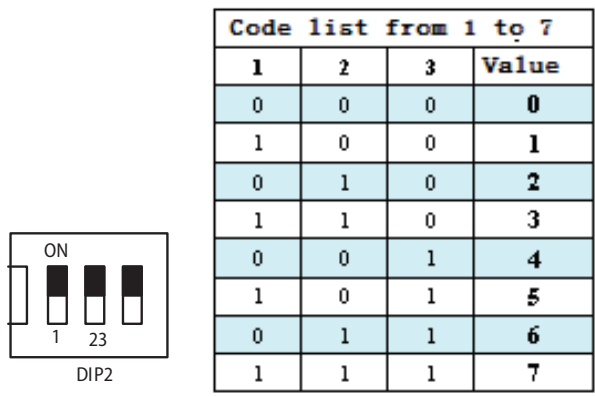

Рис. 6.42
1) Настройка DIP2 (рис. 6.42)
Установите все штекеры во включенное состояние (положение 0 (ON)), как указано на Рис. 6.42